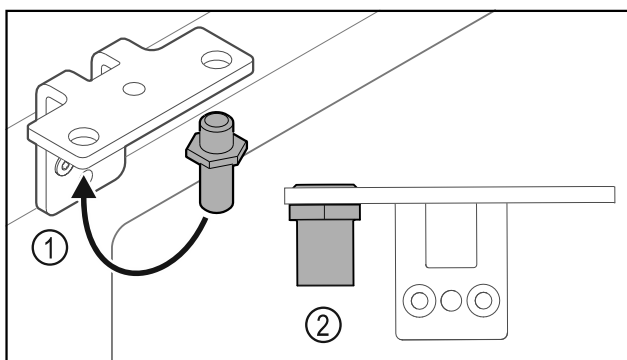

Fig. 20
- Bouten Fig. 20 (1) naar de scharnierhoek verplaatsen.
- Bouten Fig. 20 (2) met **aanhaalmoment van 12 Nm** vastdraaien.